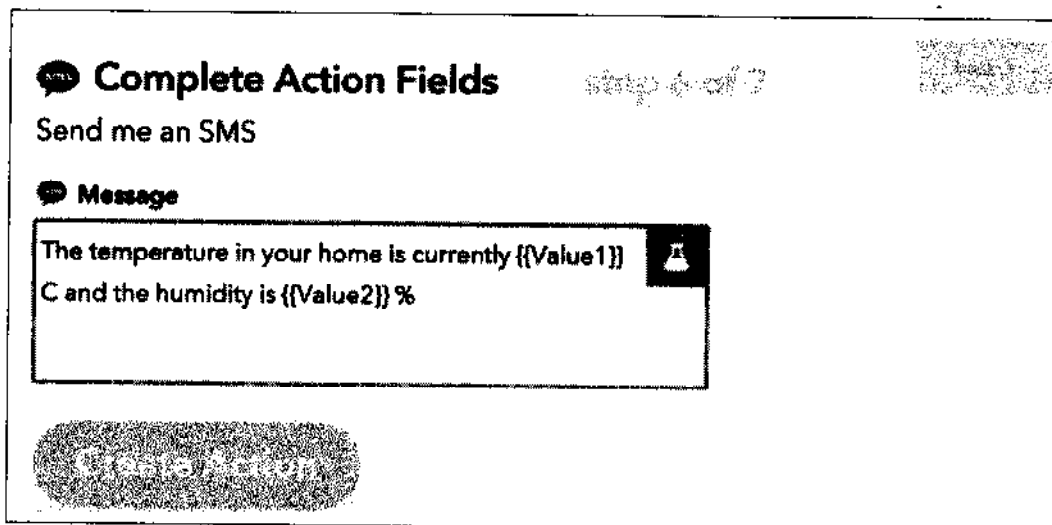

Рис. 7.19. Шаблон сообщения с указанием переменных для подстановки
5. Ваше сообщение в итоге должно выглядеть так, как показано на рис. 7.19.